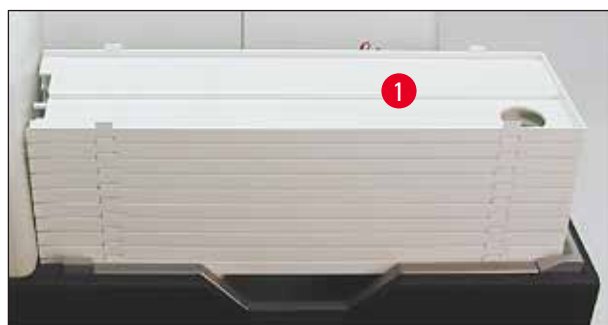

図 42
1. トレイのスタック（→ "図 42-1"）をアンロードステーションのリフトテーブルの上に配置します（→ "図 42"）。